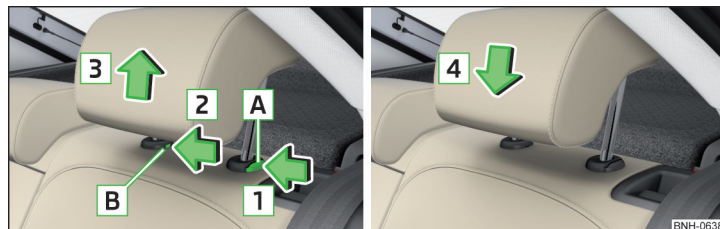

Fig. 60 Scoaterea/introducerea tetierei din spate
- ▶ Pentru **scoatere**, mențineți butonul de siguranță **A** în sensul săgeții **1**, în același timp cu o șurubelniță plată (cu lățimea de maxim 5 mm), apăsați butonul de siguranță în deschiderea **B** în sensul săgeții **2** și scoateți tetiera în sensul săgeții **3** » fig. 60.